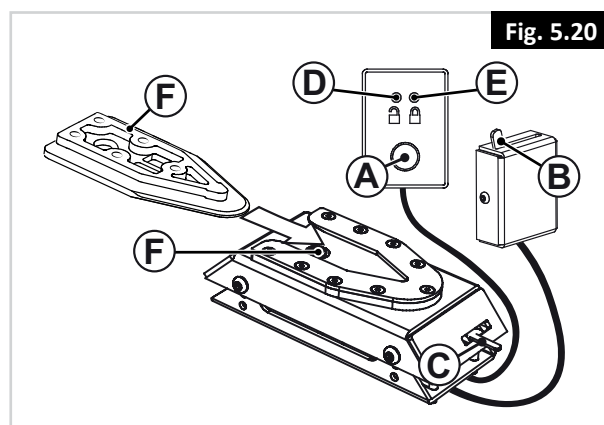

Fig. 5.20
10. Ligue a cadeira de rodas à base de ancoragem para efetuar a verificação final. Verifique se está firmemente fixada e confirme se todos os métodos de desengate funcionam como pretendido (Fig. 5.20).